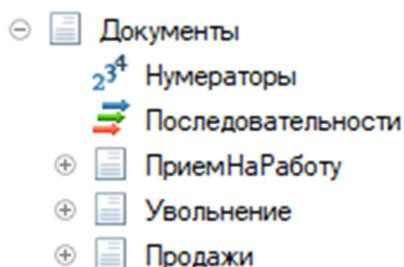
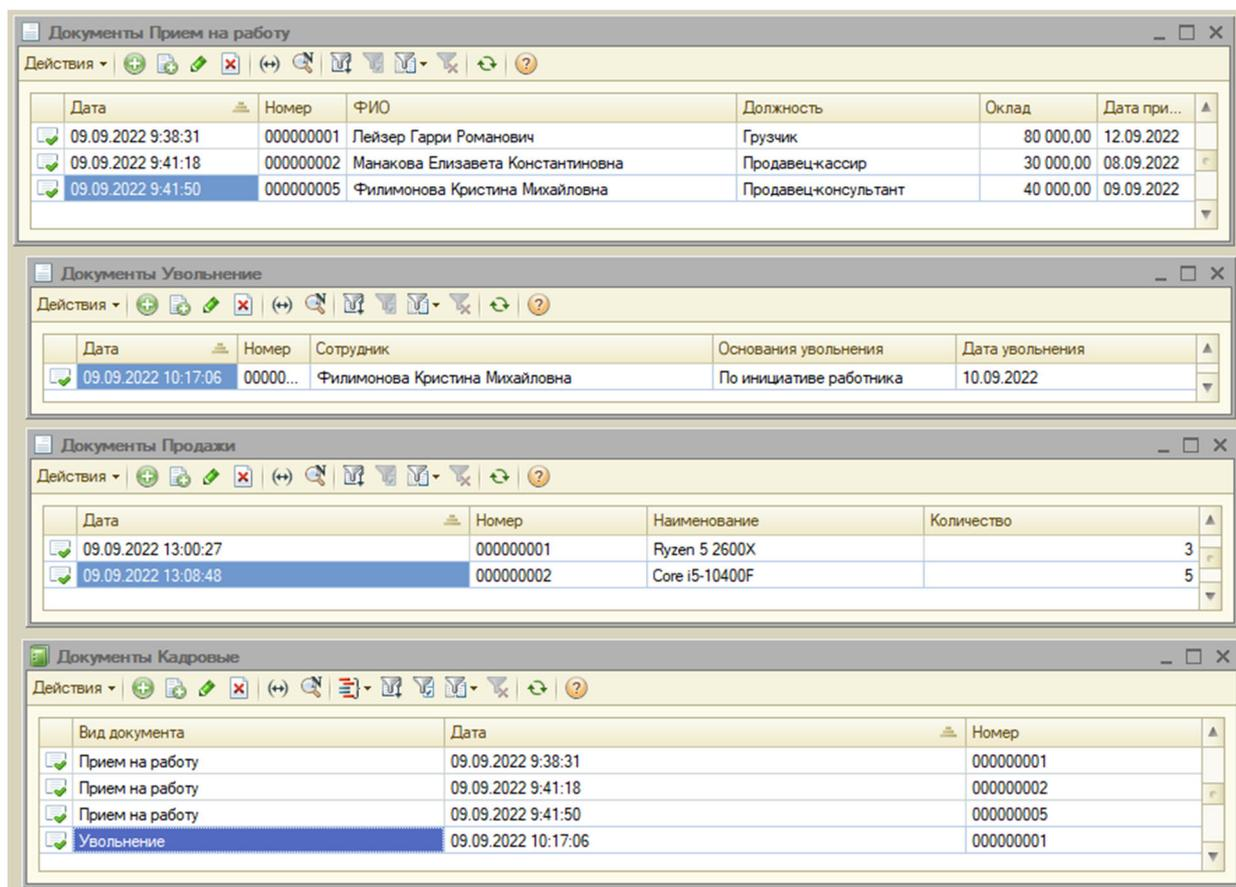

Рис. 1.6. Документы
Рис. 1.7. Содержимое документов
6. После создания справочников и их распределения добавим в нашу сборку необходимые документы (рис. 1.6) и заполним их для корректной работы (рис. 1.7). В каждый документ необходимо вносить не менее трех позиций.